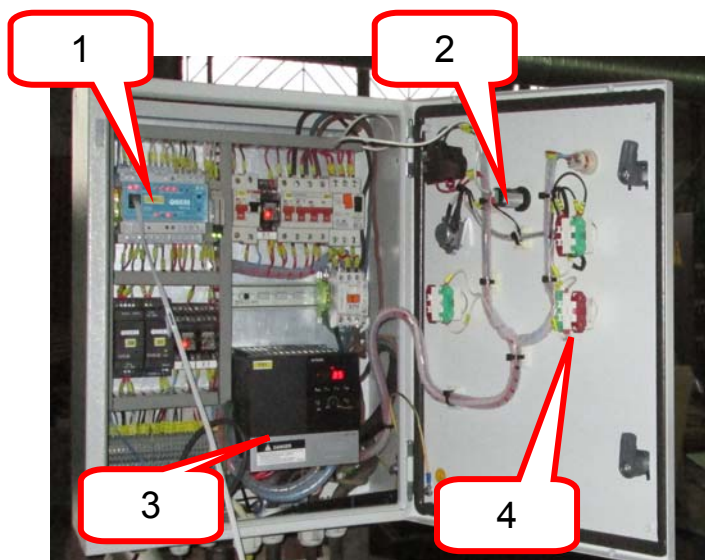

Рисунок 1.
Шкаф управления предназначен для автоматизации технологического процесса размотки металлического листа и нарезки заготовок заданной длины. Используются следующие элементы (рисунок 1):
- Программируемый логический контроллер ф. «ОВЕН» ПЛК150-220.И-М. Контроллер определяет логику работы станка (рисунок 1, поз.1)
- Индикатор СМН-2 ф. «ОВЕН» для отображения режимов работы, длины и количества деталей, диагностики ошибок (рисунок 1, поз.2), (рисунок 2, поз.2).
- Преобразователь частоты позволяет плавно менять скорость размотки листа, точно позиционировать заготовку (рисунок 1, поз.3)
- Кнопки управления (рисунок 1, поз.4)